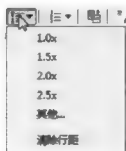

图 5-25
③ 段落间距: 主要作用是设置段落之间的距离。可以选择段前或段后, 如果同时选择两者, 那么段前、段后的距离会同时被调整。
④ 左缩进: 主要作用是设置段落的第一行缩进和首行以外其他行的缩进, 用于创建项目符号列表和编号列表。如果要缩进整个段落, 则要同时使用第一行缩进和悬挂缩进。
⑤ 段落行距: 主要作用是设置同一段落内的文字行距。
(13) 文本行对齐按钮: 主要作用是对光标所在行设置为左对齐、居中、右对齐、对正、两端对齐。
(14) 行距: 主要作用是设置多个行之间的距离。单击行距, 弹出如图 5-25 所示的下拉列表。